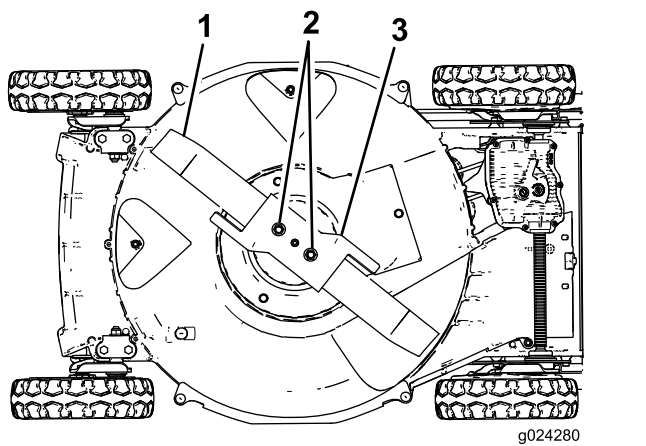

Figura 29
5. Inclinate la macchina sul fianco **destra** (il filtro dell'aria in alto) come mostrato in Figura 29.